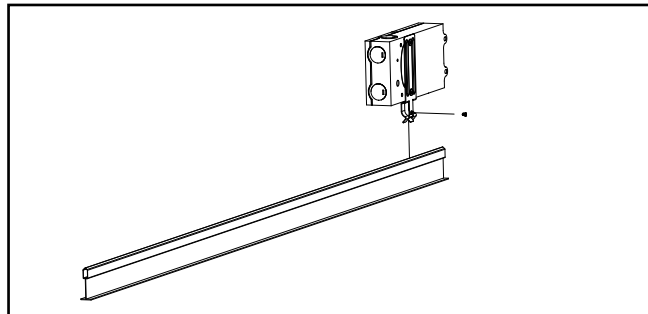

Figure 3.
4. Serrez l'alimentation électrique sur la grille en T et installez les vis pour la fixer en place. Voir la figure 3.